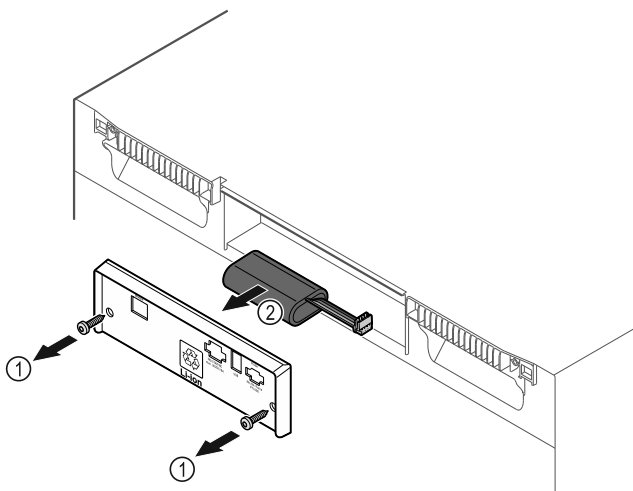

Fig. 231
- Svitare le viti e rimuovere il coperchio sul retro dell'apparecchiatura Fig. 231 (1).
- Scollegare e rimuovere la batteria Fig. 231 (2).